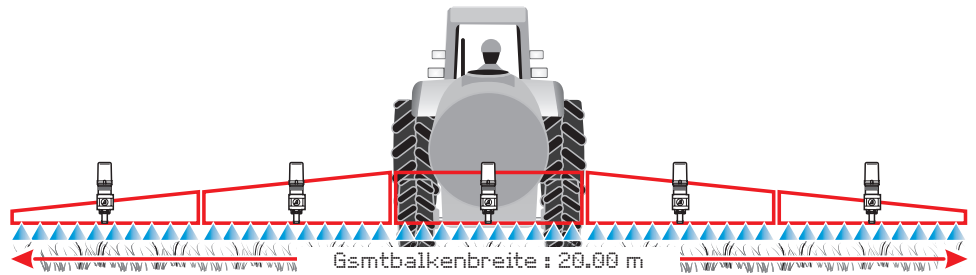

Abb. 33
- 2 Unter Verwendung der Tasten können Sie die Teilbreiten im Untermenü Teilbreite so lange durchscrollen bis die zu ändernde Teilbreite angezeigt wird: Die Nummer der Teilbreite wird oben rechts am Display angezeigt, während in der unteren Zeile der aktive Wert abgelesen werden kann (Abb. 33).